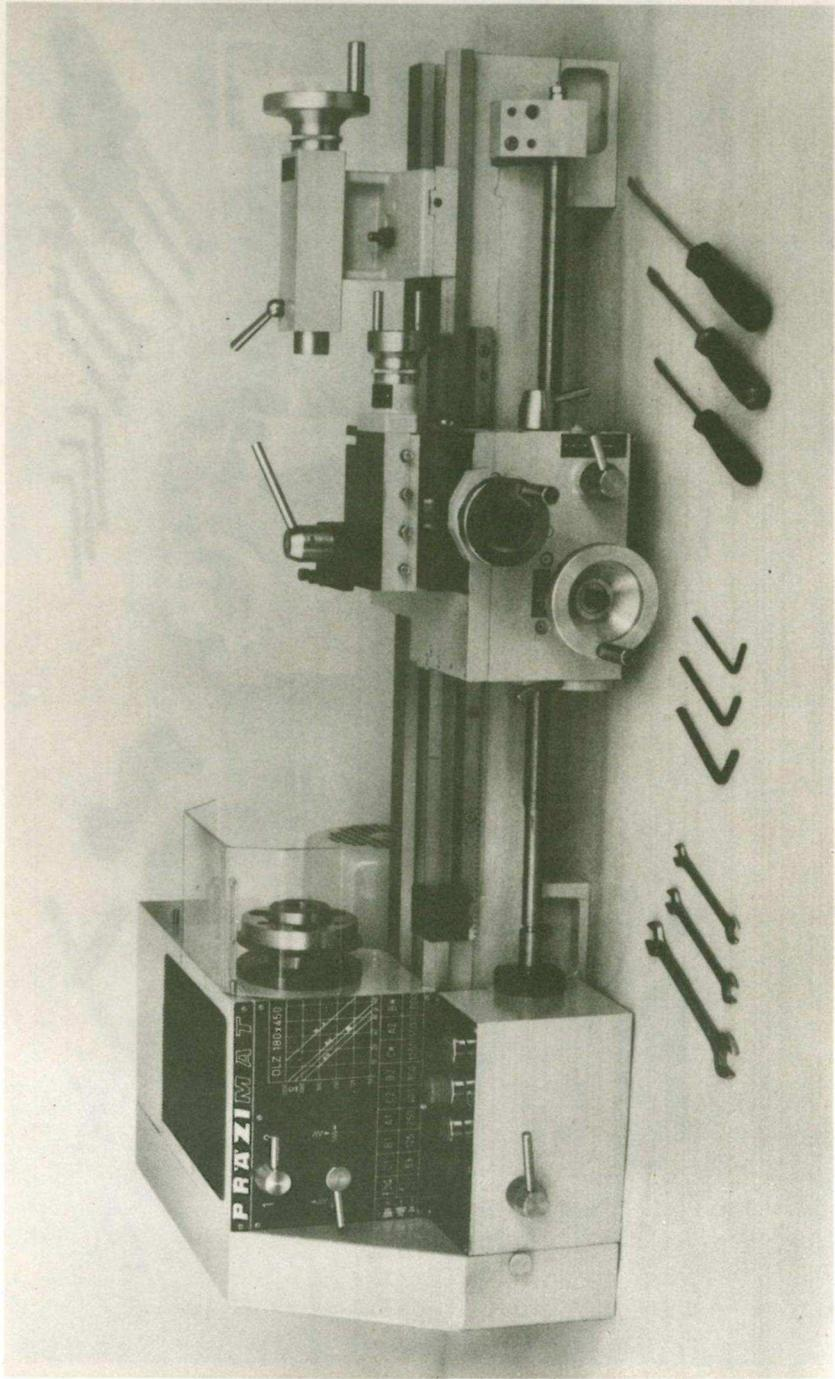

Abbildung 2
- 1 Stück Leit- und Zugspindeldrehmaschine DLZ 180 x 450 mit Bedienwerkzeug (siehe Abb. 2)